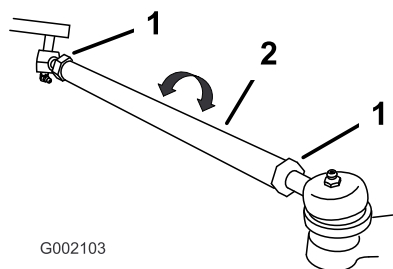

Figura 45
7. Si la distancia no es de 0–6 mm, afloje las contratuercas en ambos extremos de las bielas (Figura 45).